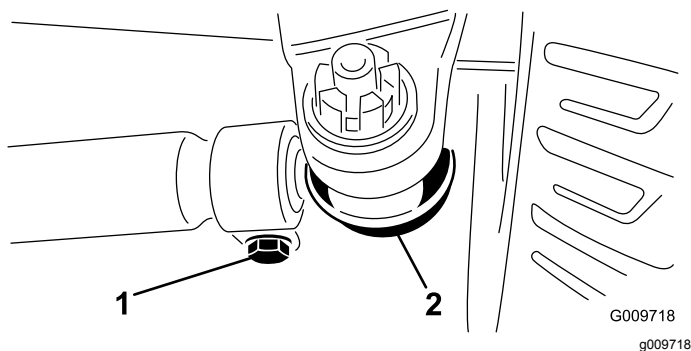

Рисунок 88
3. Для регулировки снимите шплинт и гайку с шаровой опоры тяги (Рисунок 88). Извлеките шаровую опору тяги из кронштейна на корпусе моста.
4. Ослабьте зажимы на обоих концах поперечных тяг (Рисунок 88).